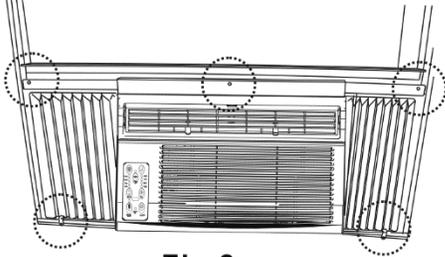

Fig.8
B. Atornille tornillos de bloqueo de 3/4" (19 mm) o de 1/2" (12,7 mm) a través de los orificios del marco en la guillotina de la ventana (Fig. 8).